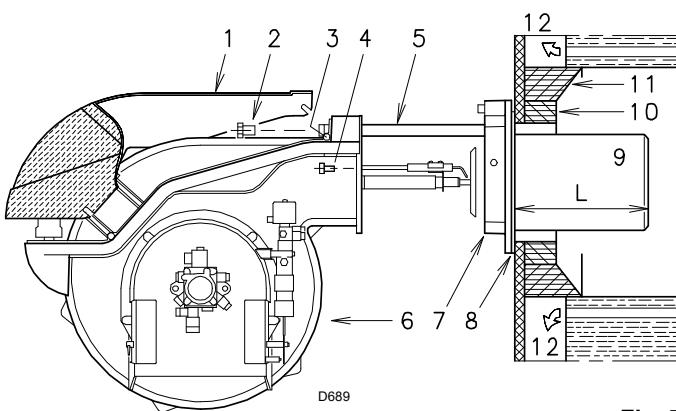

Fig. 7
### 5.4 Longitud tubo llama (Fig. 7)
En calderas con frontal refrigerado por agua, no es necesario el revestimiento refractario 10)-11)(Fig. 7), salvo que lo indique el fabricante de la caldera.
Después de haber efectuado esta eventual operación, fijar la brida 7)(Fig. 7) a la placa de la caldera, intercalando la junta 8) que se suministra. Tras haber provisto a la protección de la rosca con algún producto antibloqueo (grasa para temperaturas altas, compuestos, grafito), utilizar los 4 tornillos que se suministran.
- Abrir el quemador sobre las guías como en Fig. 7 pág. 12.